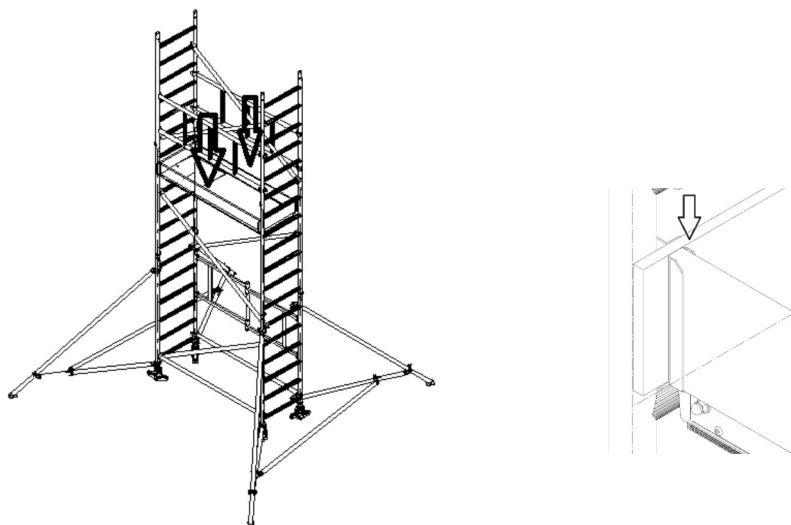

Rys. 55. Montaż stężeń skośnych
14. Zamontować stężenie skośne tak, aby dolne haki były zamontowane na 12 szczepku, a górne na 16 szczepku. Następnie zamontować drugie stężenie skośne analogicznie, krzyżując z pierwszym. Należy sprawdzić prawidłowe zapięcie zabezpieczeń haków (Rys. 55).